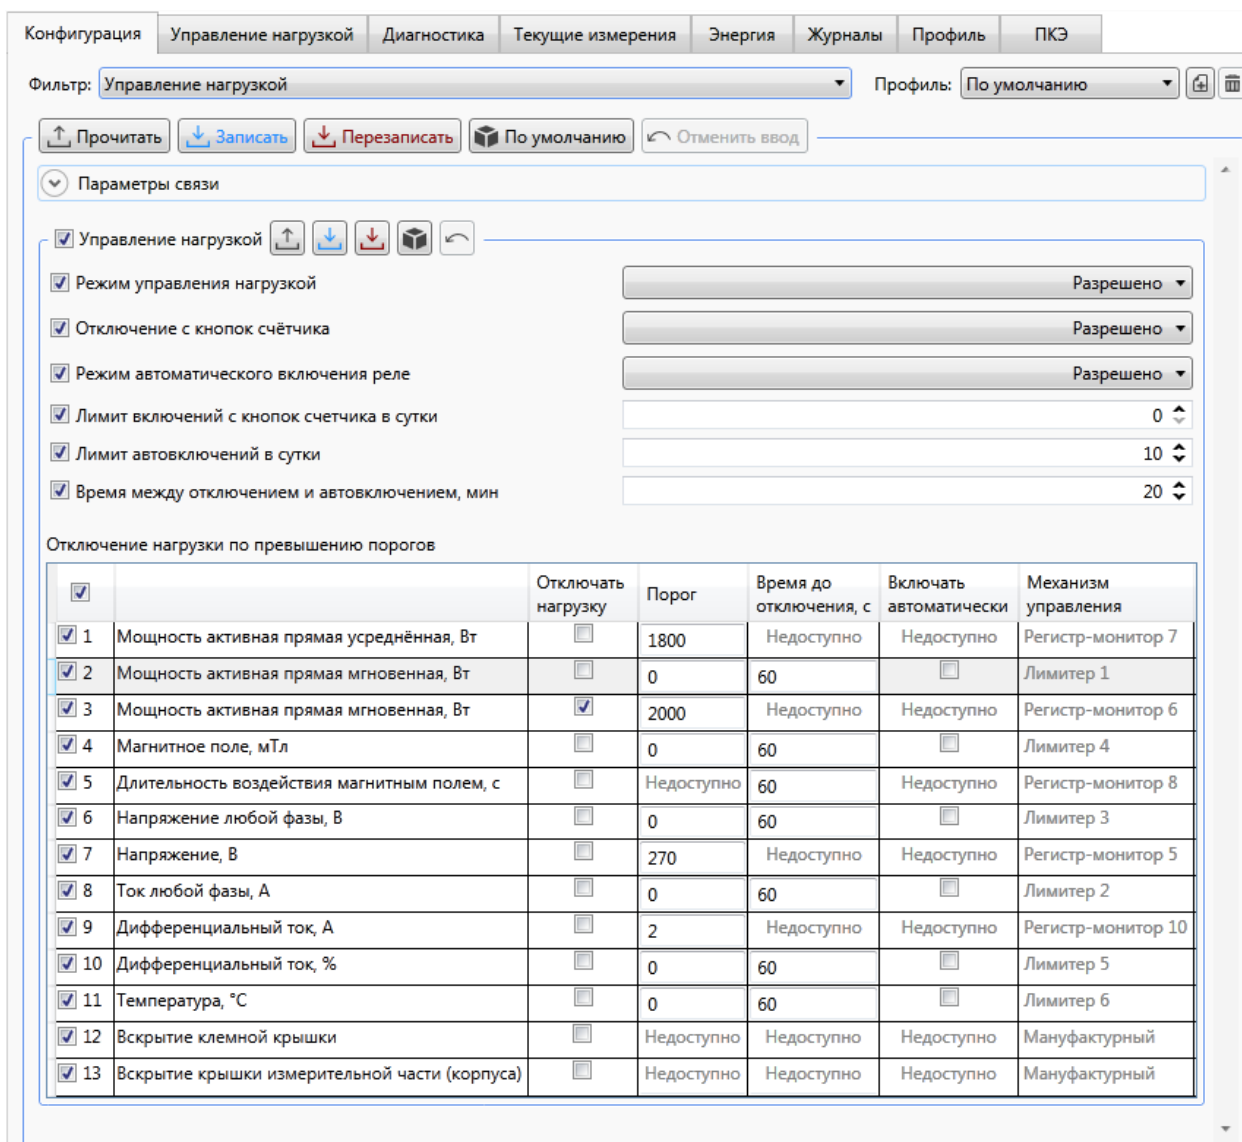

Рисунок 9.30 – Настройка параметров управления нагрузкой
Ручное отключение реле	Доступно, если параметр Отключение с кнопок счетчика в значении Разрешено (рисунок 9.30)
Локальное включение реле	Доступно, после автоотключения по установленным критериям, по истечении Времени между отключением и автовключением , если разрешен Режим автоматического включения реле и не исчерпан Лимит автовключений в сутки (кроме случая отключения нагрузки по лимитерам при превышении порога по напряжению, в этом случае включение возможно, только если значение напряжения вернулось в установленные порогом пределы) (рисунок 9.30)
9.5.14.4 Для включения возможности управления нагрузкой необходимо разрешить режим управления нагрузкой и сконфигурировать его (рисунок 9.30), для этого из выпадающего списка *Режим управления нагрузкой* выбрать пункт *Разрешено* и нажать кнопку , при этом в табличном виде появляется список порогов, при превышении которых реле нагрузки отключается, если установлен признак *Отключать нагрузку*. Выставить порог можно для одной или нескольких величин. Задание порога осуществляется выбором параметра и вводом числового значения в столбце *Порог* для соответствующей строки. Также можно установить время до отключения нагрузки (в одноименном столбце) – время, по истечении которого реле будет отключено, при условии, что в течение этого времени контролируемая величина принимает значение выше установленного порога. При установке параметра *Включать автоматически*, включение реле нагрузки происходит по инициативе счетчика при возвращении контролируемой величины в норму. Автоматическое включение реле производится только после отключения реле по причине выхода контролируемой величины за установленный порог. Число автовключений задается с помощью параметра *Лимит автовключений в сутки*. Если нагрузка была отключена по лимитеру при превышении порога по напряжению, и на момент автоматического включения напряжение сети не установилось ниже установленного порога, то автоматическое включение нагрузки не произойдет. При этом счетчик автоматических включений уменьшится на единицу и в журнале событий сформируется событие «Неудачная попытка автовключения реле из-за перенапряжения в сети».